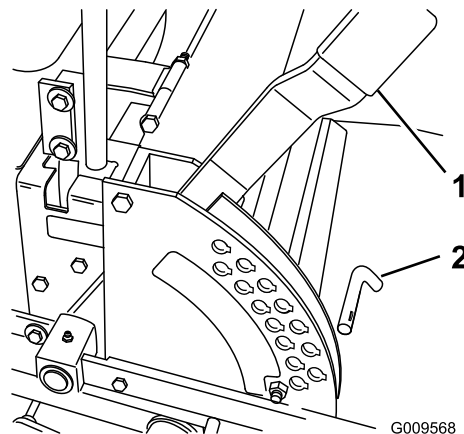

Figure 30
1. Élevez le levier de sélection de hauteur de coupe en position de TRANSPORT (qui correspond aussi à la hauteur de coupe de 127 mm) (Figure 30).
2. Pour changer de hauteur de coupe, retirez la goupille du support de hauteur de coupe (Figure 30).
3. Placez l'axe de chape dans le trou du support correspondant à la hauteur de coupe voulue (Figure 30).